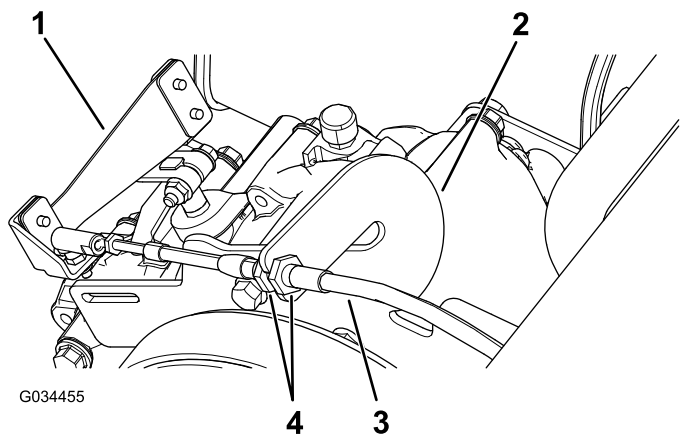

Bild 60
1. Lösen Sie die Klemmmuttern am Bowdenzug und stellen sie ggf. ein (Bild 60).
2. Testen Sie die Ganghebelstellung, indem Sie den Ganghebel auf drei unterschiedliche Stellungen drehen. Prüfen Sie, ob der Ganghebel (Bild 60) richtig beim Ändern der Gänge schaltet, siehe Ganghebel und Ganghebelanzeige \(Seite 12\).